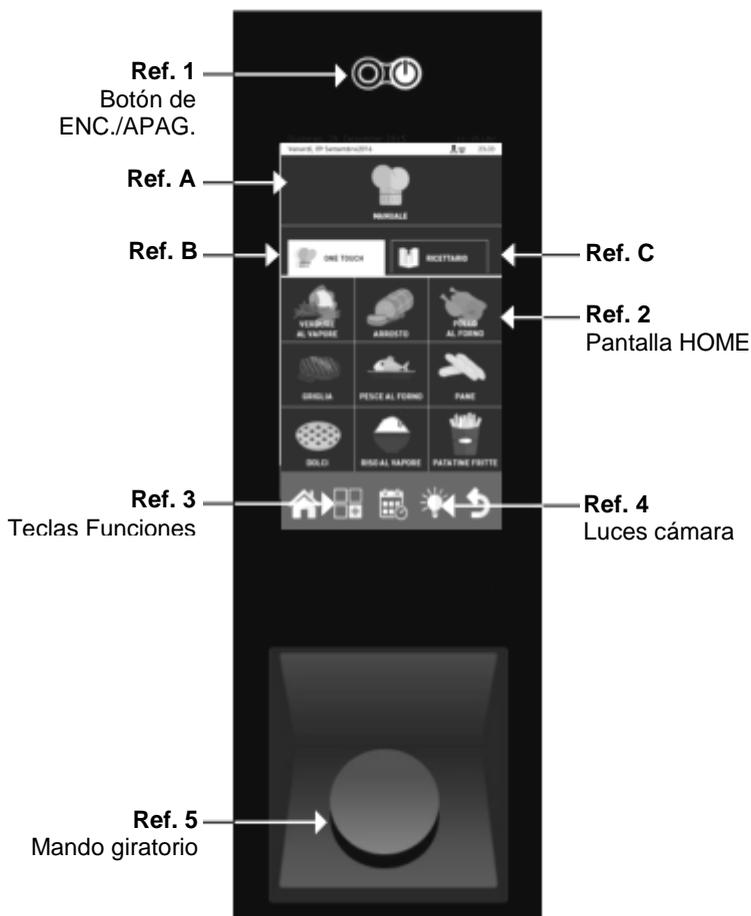

Fig. 8
- Encienda el aparato con el botón ENC./APAG (**Ref. 1, Fig. 8**).
- Las luces de la cámara del horno se encienden presionando un botón adecuado (Ref. 4 Fig. 8) y después de 45 segundos, se apagan automáticamente, si no se han apagado antes presionando nuevamente el botón.
- El panel de control del aparato está equipado con un mando giratorio (Ref. 5, Fig. 8). Para configurar los parámetros requeridos, mueva el mando giratorio y para confirmar los valores ajustados púselo.
Encienda el aparato con el botón ENC./APAG. (Ref. 1 Fig. 8), en el display aparece la pantalla de inicio “HOME” (Ref. 2, Fig. 8)
Para cambiar un parámetro de cocción como p.ej. la temperatura, pulse el campo correspondiente y mueva el mando giratorio (Ref. 4 Fig. 8).
Para confirmar la modificación vuelva a pulsar el parámetro o el mando giratorio (Ref. 2 Fig. 8).